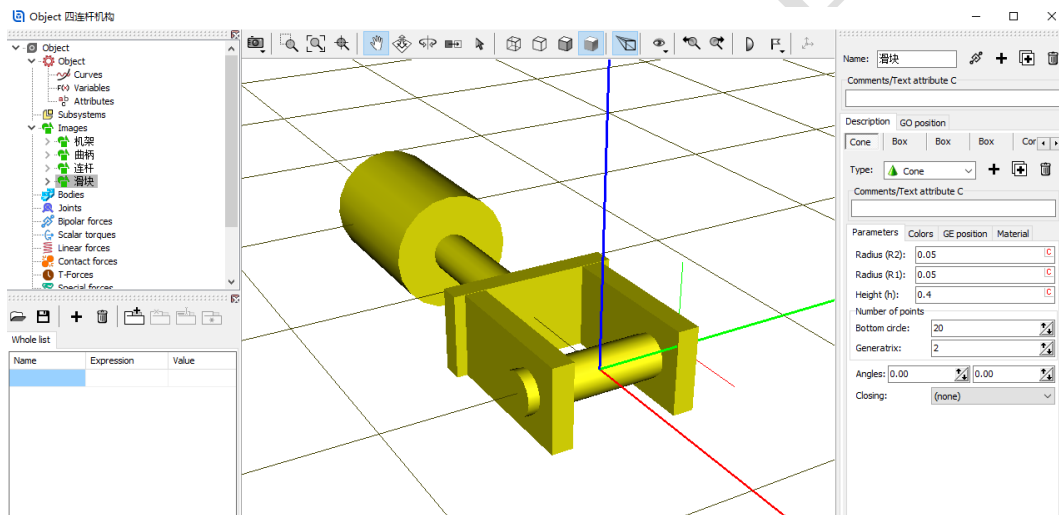

图 2-48
- 4) 选择主菜单 **Edit** → **Read from file**，依次读入“**D:\UM 培训教程\几何素材\四连杆机构**”文件夹下的**机架.img**、**曲柄.img**、**连杆.img** 和**滑块.img** 四个几何图形，如图 2-48。如遇报错，点击 **No** 即可。